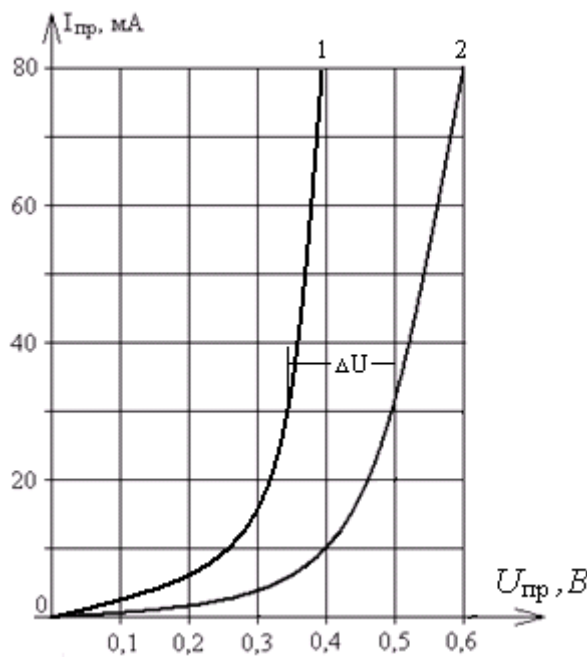

Рисунок 1.2 - Идеальная (1) и реальная (2) ветвь ВАХ диода
Задача 1.4 По идеальной (1) и реальной (2) ВАХ диода (рисунок 1.2) требуется найти дифференциальное сопротивление открытого перехода, объемное сопротивление базы диода и полное сопротивление диода переменному току при $I = (15 + 5 \cdot n) \text{ мА}$. (n – последняя цифра номера студенческого билета).
1. Начертить график ветвей ВАХ (рисунок 1.2). Провести касательную к идеальной ветви в точке, соответствующей заданному току.